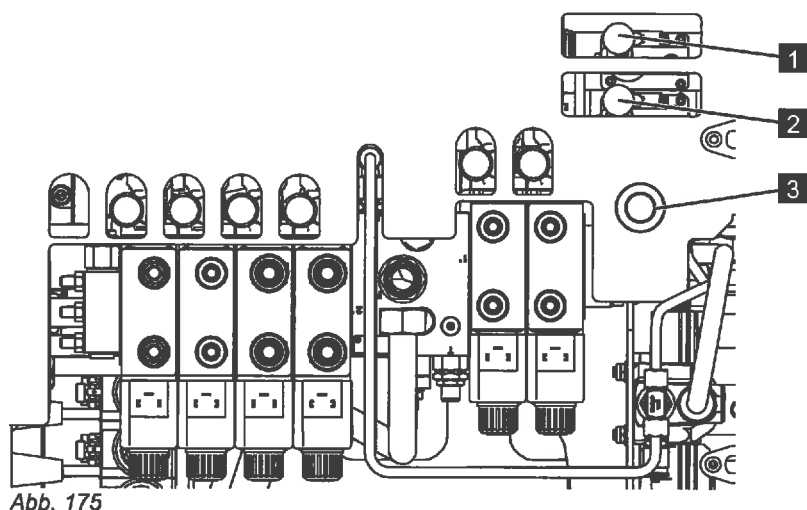

Abb. 175
5. Den Taster [Notbedienung] (Abb.175/3) drücken und halten.